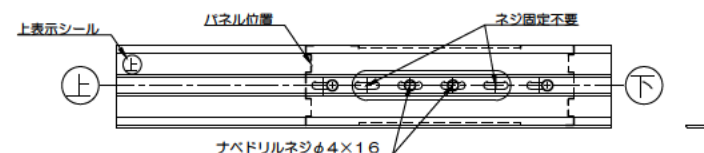

図12. 付子とパネルの固定(800<目かくしh≤1200の場合)
(2) 表1にて固定本数を確認後、付子の残りの長穴にφ4×16のナベドリルネジを取付けてください(図12)。